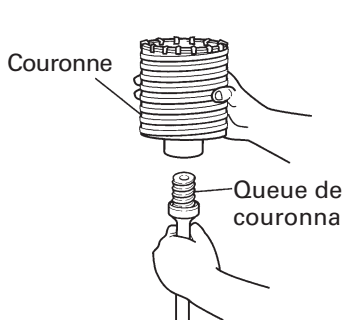

Fig. 13
- (1) Monter la couronne sur la queue de couronne. (Fig. 13)